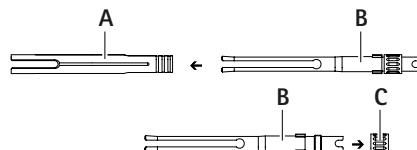

Abb. 8
- Klemmschraube **C** nach hinten abschrauben und von Spannzange **B** entfernen, siehe Abb. 8.